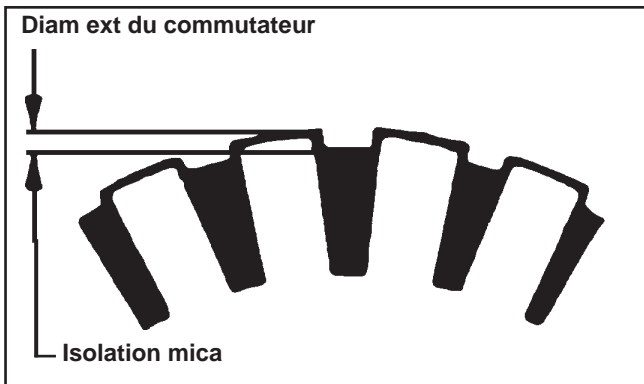

Figure 8-41. Contrôle du mica du commutateur.
1. Nettoyer et inspecter le commutateur (surface externe). L'isolation en mica du commutateur doit être plus basse que la surface du diamètre extérieur (encoche) afin que le commutateur fonctionne correctement. Voir la figure 8-41.